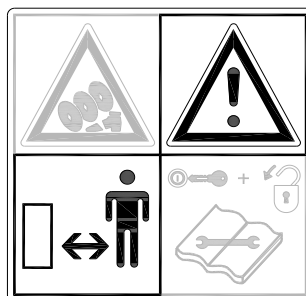

Fig. 5
**Mantenha no mínimo 4 metros de distância!** (Fig. 5)